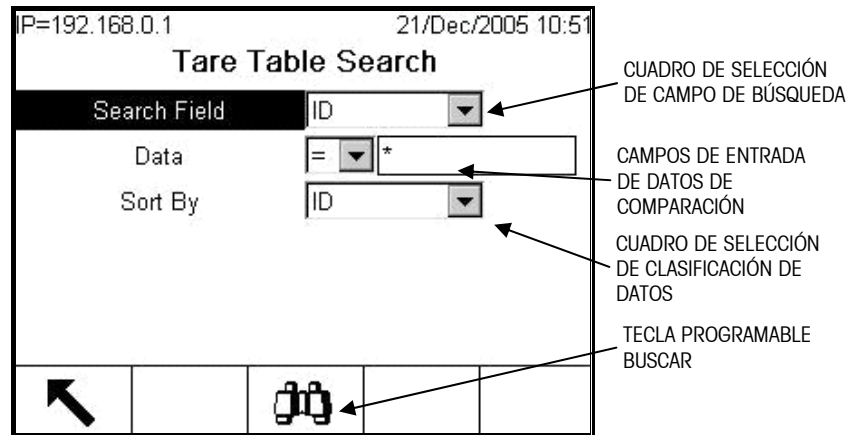

Figura 2-29: Pantalla de búsqueda de tabla de tara
14. Para seleccionar un subconjunto de registros de la tabla, presione la tecla programable BUSCAR TABLA . Aparece la pantalla de búsqueda para el tipo de informe seleccionado (Figura 2-29).